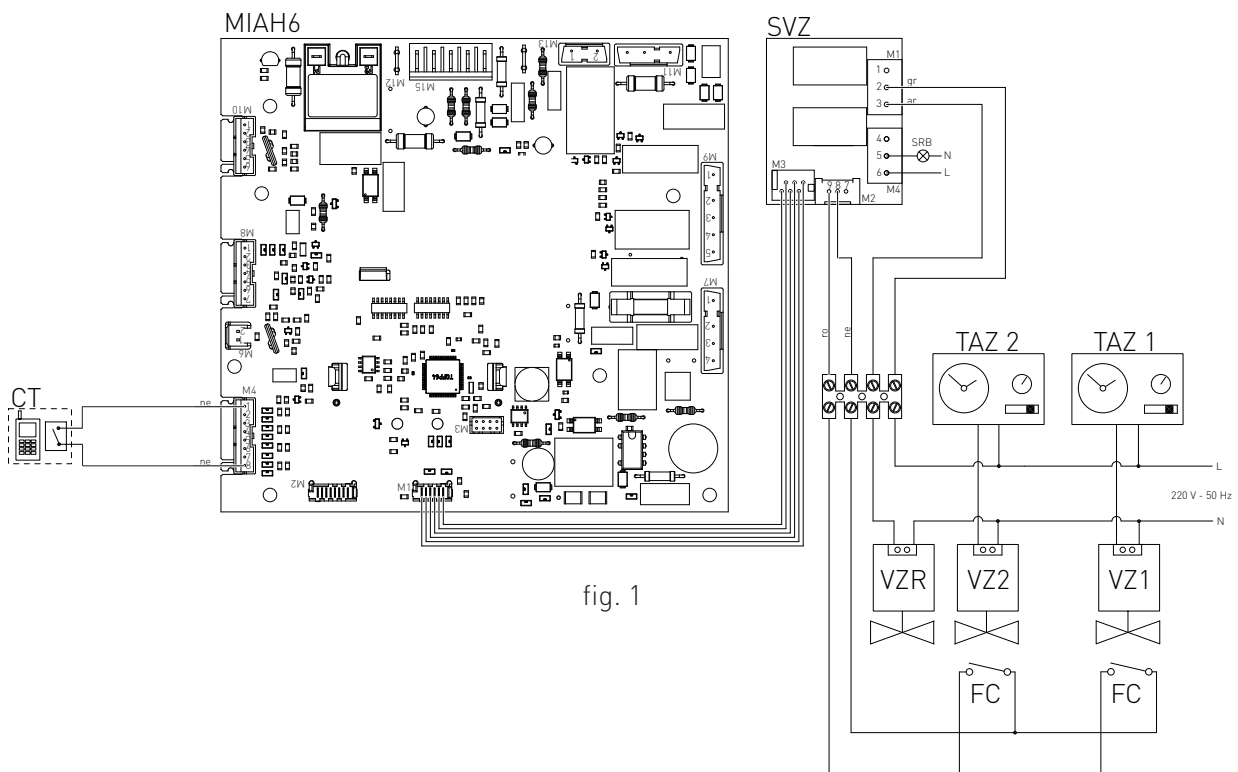

fig. 1
> una volta rimosso il carter effettuare i seguenti collegamenti sulla scheda elettronica (vedi fig. 1).
- › Per tutti i tratti orizzontali dei condotti di scarico e di aspirazione aria, è consigliabile prevedere una pendenza in salita (verso la caldaia) minima del 2% (vedi fig.1) in modo da evitare l'ingresso di acqua piovana, polvere o oggetti estranei all'interno del condotto.
Per questo tipo di caldaia è disponibile la configurazione di scarico dei fumi B22p (vedi Fig. 1).